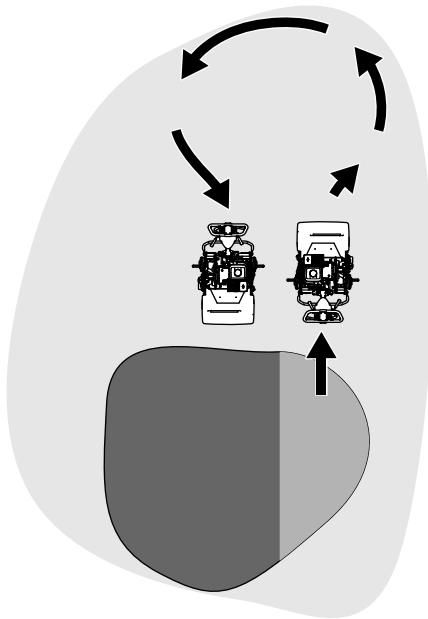

Figura 19
- Retire a máquina do relvado, levantando o cilindro de corte (empurre a pega para baixo) e fazendo uma volta em forma de gota no tambor de tração (Figura 19).
1. Localize a alavanca de engate da tração na caixa de engrenagens da transmissão (Figura 19).